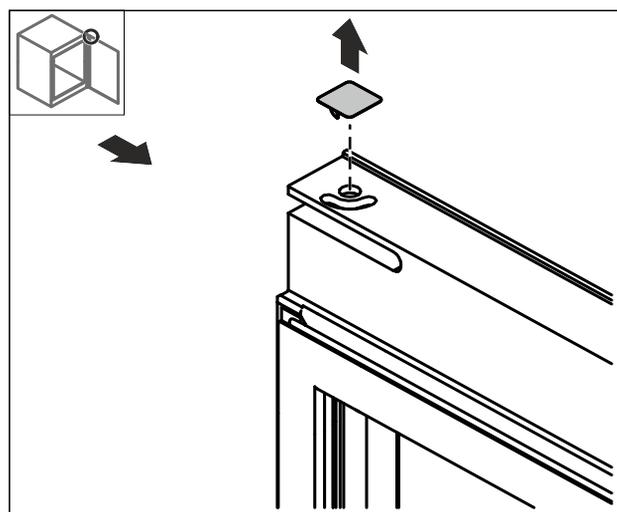

図12
- 図 12で取り外したヒンジカバーを反対側の上部（吊元側）に取り付けます。